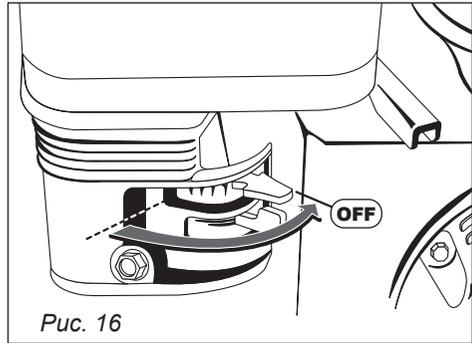

Рис. 16
7. После запуска двигателя, переведите ручку управления воздушной заслонкой управления в положение «OFF» (рис. 16).